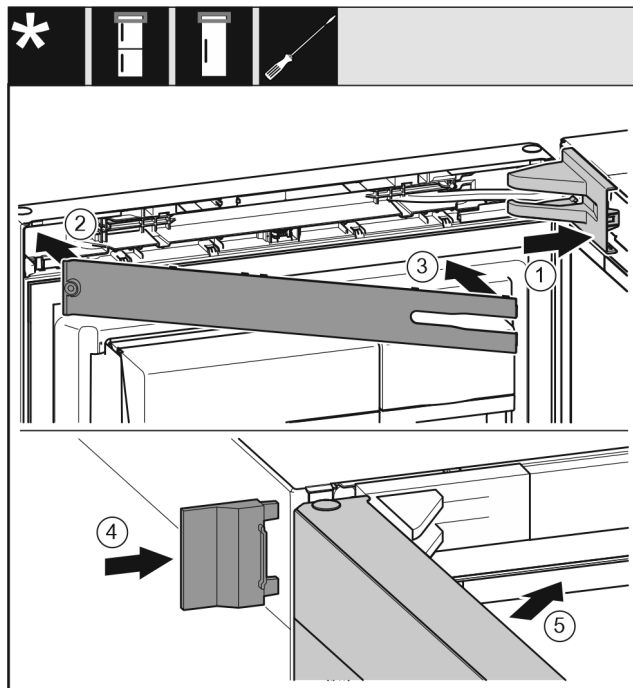

Fig. 72
- ▶ Helyezze fel és pattintsa be a csapágybak fedelét Fig. 72 (1), szükség esetén óvatosan nyomja szét.
- ▶ Helyezze fel a takarólemezt Fig. 72 (2).
- ▶ Fordítsa be és pattintsa be a takarólemezt Fig. 72 (3).
- ▶ Tolja fel a külső fedelet Fig. 72 (4).
- ▶ Csukja be a felső ajtót Fig. 72 (5).